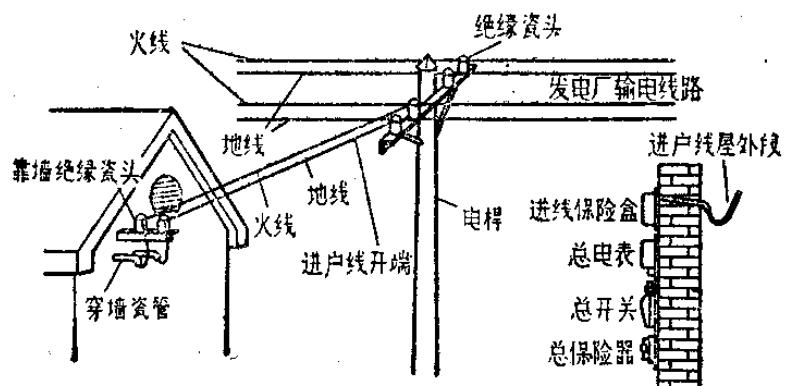

图 4-1
1. 进户线：进户线又叫接户线，是从户外输电线上引到用户屋内总电度表或总开关为止的一段电线，见图 4-1。